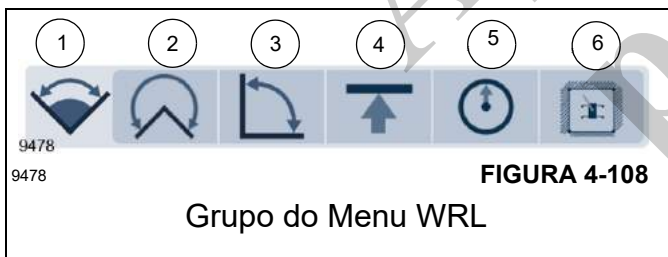

FIGURA 4-108
O Grupo do menu do WRL (1, Figura 4-108) e o sub-menu (2 a 6) permite ao operador definir os limites no local da lança.
As seguintes limitações estão disponíveis no Ícone do Menu WRL (1, Figura 4-108), como observado abaixo. O número ao lado da limitação indica o Ícone de limitação do menu que reflete esse grupo, como mostrado na Figura 4-108.
Quando uma limitação estiver ativa e a lança tiver atingido a posição de limite solicitada, o ODM mostrará um indicador de alerta vermelho para a limitação, novamente com um símbolo para o determinado tipo de limitação (consulte a Figura 4-108 para saber os ícones do Menu do WRL). Nessa condição, os alarmes sonoros, bem como a parada das funções do guindaste (se for utilizada a função de Bloqueio) também serão perceptíveis. Por exemplo, para essa condição, o seguinte ícone vermelho (mostrado abaixo) aparecerá para a limitação de giro:
O Grupo do WRL é composto por cinco (5) ícones de Função do WRL. Para ativar e definir uma limitação, acesse o ícone da função relacionado do WRL no Grupo do WRL (Figura 4-108).
Para acessar a tela do Ícone de função do WRL, a função de Menu é usada com o mostrador. Assim que a tela do Menu principal é exibida, as limitações do WRL são exibidas como um grupo, e uma das limitações pode então ser selecionada para se trabalhar com essa tela de limitação. Para mover até o ícone que deseja selecionar, utilize as teclas de seta na Placa de controle de navegação ou o Botão rotativo para mover para o Ícone de função correspondente no qual deseja definir a limitação, como mostrado na (Figura 4-108).